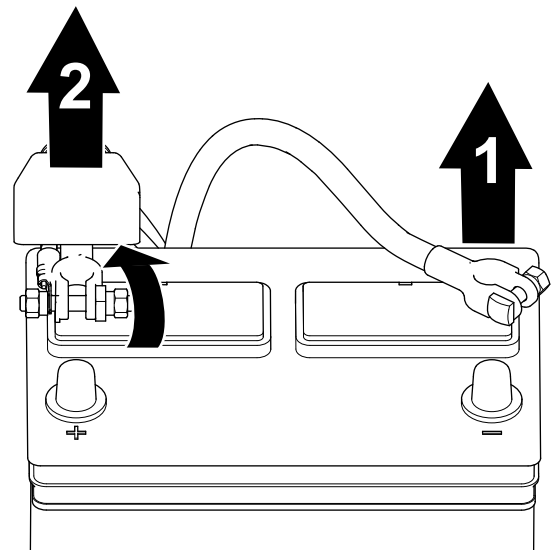

Figura 1
1. Rimuovete il cavo negativo della batteria dal polo della batteria (Figura 1).
2. Sollevate l'isolamento e rimuovete il cavo positivo della batteria dal polo della batteria (Figura 1).